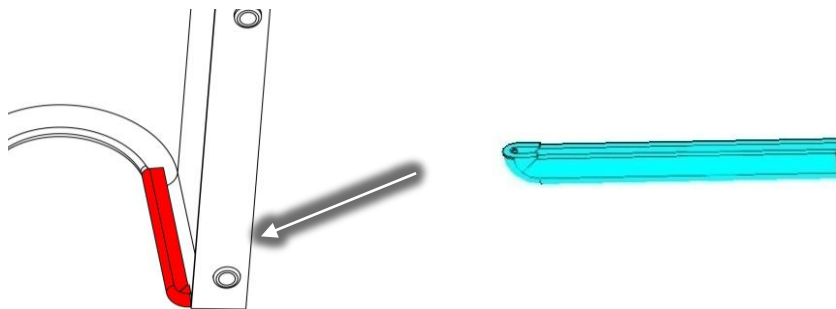

图 13 – 左下侧电容器盖板密封泡沫完成
13. 围绕盖板唇部小心包裹泡沫，并用力按压。参见图 13（左下侧电容器盖板密封泡沫完成）。